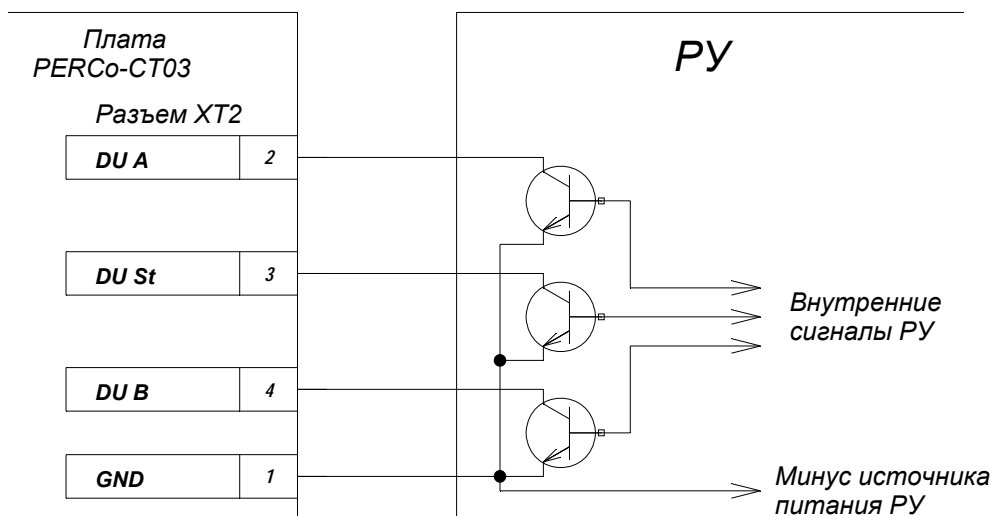

Рисунок 4 – Управляющие элементы устройства радиуправления (РУ):
5.4.2 Управление КТ05.3 осуществляется подачей на контакты клеммной колодки “ХТ2” DUA, DUS_t и DUB сигнала низкого уровня относительно контакта GND, при этом управляющим элементом могут быть нормально разомкнутый контакт реле или схема с открытым коллекторным выходом (см. рисунок 4).